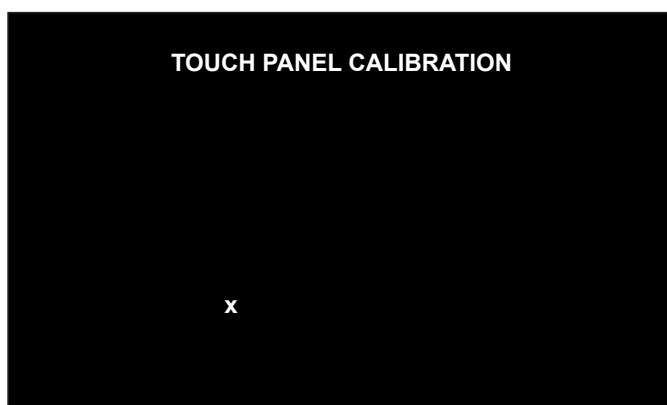

Figura 8-25
- 2.-toccare il display nei punti indicati con "X" (Figura 8-25);